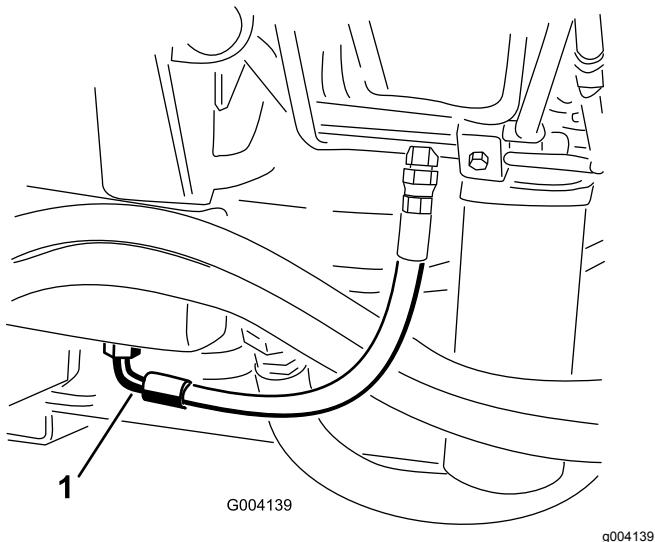

Рисунок 56
- Установите большой сливной поддон под штуцер, расположенный в нижней части бака с гидравлической жидкостью (Рисунок 56).